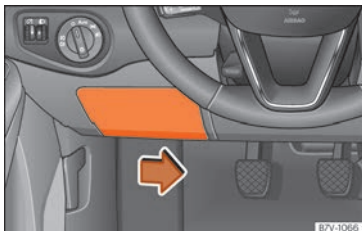

Abb. 58 Auf der Fahrerseite in der Instrumententafel: Abdeckung des Sicherungskasten.
- Zum Entriegeln des Deckels den Verriegelungshebel an der Unterseite nach rechts drücken »» **Abb. 58**.